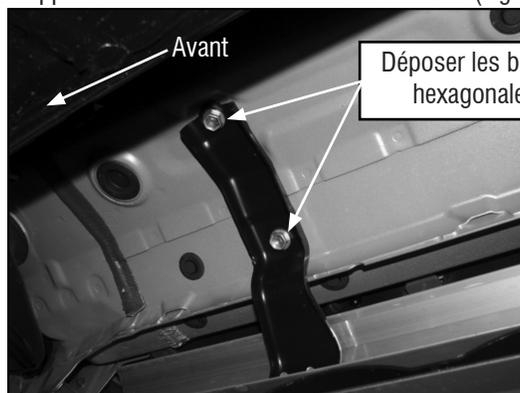

Figure 1
En commençant par le côté passager du véhicule, déposer les (2) boulons d'origine existants situés vers l'ouverture du pneu avant en fixant le support du bas de caisse d'usine au véhicule (Figure 1).